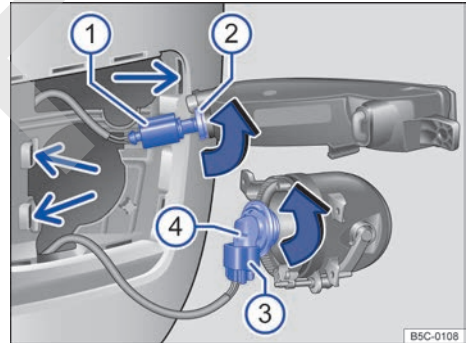

Fig. 151 Cambiar la lámpara del faro.
- | | Intermitente delantero → fig. 151 ② | Luz antiniebla/luz de curva ④ |
Intermitente delantero → fig. 151 ②	Luz antiniebla/luz de curva ④
4.	Desenrosque los tornillos de fijación ① y ② con el destornillador de las herramientas de a bordo → pág. 179.
5.	Incline la unidad de iluminación correspondiente un poco hacia delante y extráigala de los alojamientos laterales → fig. 151 (flechas pequeñas).
6.	Desbloquee el conector ① y desacóplelo.	Desbloquee el conector ③ y desacóplelo.
7.	Gire el portalámparas ② hacia la izquierda, en el sentido de la flecha y hasta el tope, y extráigalo junto con la lámpara hacia atrás.	Gire el portalámparas ④ hacia la izquierda, en el sentido de la flecha y hasta el tope, y extráigalo junto con la lámpara hacia atrás.
10.	Acople el conector ① al portalámparas ②. El conector debe encastrar de forma audible.	Acople el conector ③ al portalámparas ④. El conector debe encastrar de forma audible.
11.	Introduzca la unidad de iluminación correspondiente en sus alojamientos → fig. 151 (flechas pequeñas) y encájela hacia atrás.